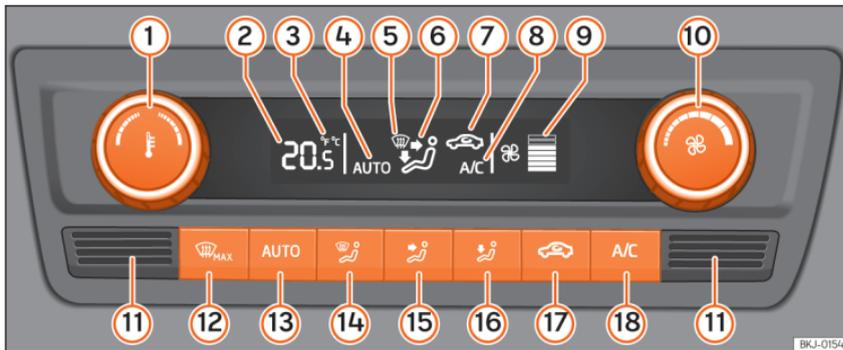

Abb. 170 Climatronic: Bedienelemente
- **A/C** »» Abb. 170 18 eingeschaltet.
- Drehen Sie den Schalter 10 nach links, bis sich die Segmente der Spalte 9 »» Abb. 170 ausschalten.
- Drücken Sie die Taste **AUTO**  » **Abb. 170**.
Drücken Sie gleichzeitig **2 Sekunden** lang die Tasten **AUTO** und **A/C** » **Abb. 170**. Auf dem Display erscheinen die Daten in der gewünschten Einheit.
- Im unteren Teil befindet sich der Innenraumtemperatursensor  » **Abb. 170**. Überleben oder überdecken Sie den Sensor nicht, da sonst die Climatronic ungünstig beeinflusst werden könnte.
- Drücken Sie die Taste **AUTO**  » **Abb. 170**, am Bildschirm erscheint **AUTO**.
- Nach dem Einschalten der Zündung können Sie mit dem Drehregler  » **Abb. 170** die gewünschte Innentemperatur einstellen.
- Drücken Sie die Taste   » **Abb. 170**, am Bildschirm erscheint das Symbol .
- Drücken Sie die Taste   » **Abb. 170**, am Bildschirm erlischt das Symbol .
- Drehen Sie den Regler  »» **Abb. 170** nach links (Gebläsedrehzahl verringern) bzw. nach rechts (Gebläsedrehzahl erhöhen).
- Drücken Sie die Taste  »» **Abb. 170**.
- Drücken Sie mehrmals die Taste  »» **Abb. 170** oder drücken Sie die Taste **AUTO**.